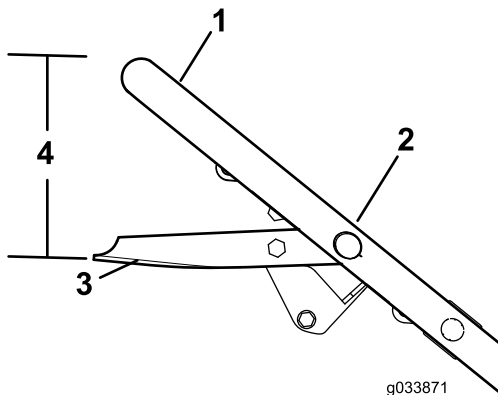

Figura 26
8. Usando el dedo, unte la junta del filtro de aceite nuevo con aceite (Figura 26).